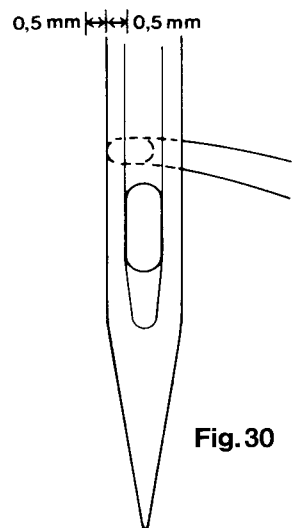

Fig. 30
The hook point must now be exactly opposite the left side of the needle (Fig. 30), the permissible variation being  $\pm 0.5$  mm.
- Tourner le volant jusqu'à ce que l'aiguille monte et que la pointe du crochet se trouve à niveau avec le bord gauche de l'aiguille (fig. 30).